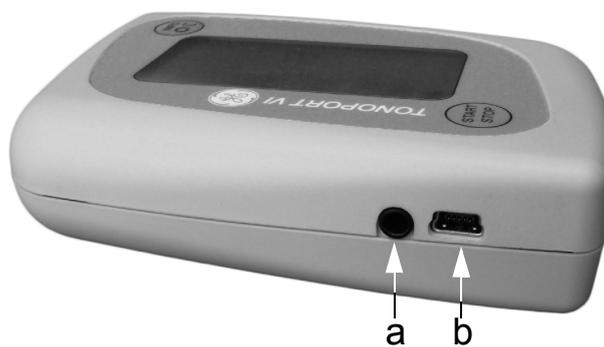

Рис. 5-1 Підключення до кабелю ПК
- через кабель 2001589-040, якщо використовується порт USB пристрою TONOPORT VI (**b**, Рис. 5-1)
- через кабель 2001589-011, якщо використовується серійний порт пристрою TONOPORT VI (**a**, Рис. 5-1)
*Щоб мати можливість використовувати порт USB пристрою TONOPORT VI (б, Рис. 5-1), необхідно встановити драйвер USB і перевірити зв'язок, як описано нижче.*